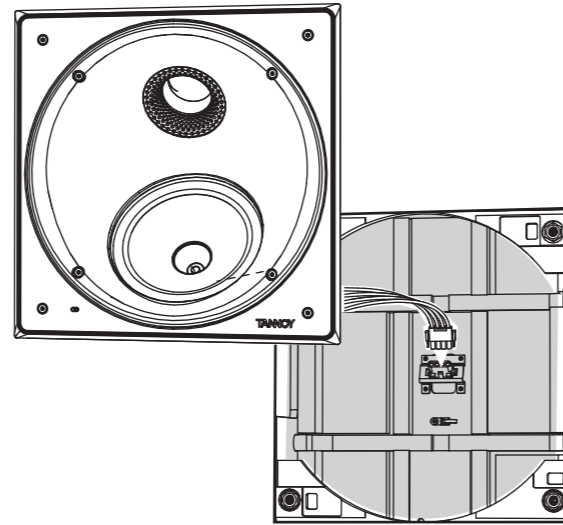

Fig. 6. Connecting the speaker wiring to the back can
4. Il gruppo altoparlante può ora essere collegato al retro del barattolo utilizzando quattro viti come mostrato. Fare attenzione a non intrappolare o pizzicare il cablaggio degli altoparlanti, le dita o legare (Fig. 6).